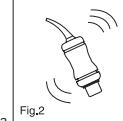

Fig.2
- a) Prima dell'attivazione, agitare la capsula o dare dei colpi sul lato contro una superficie dura in modo da decompressare la polvere (Fig. 2).
- a) Antes de su activación: agitar la cápsula o golpear ligeramente los lados sobre una superficie dura para desprender el polvo (Fig. 2).